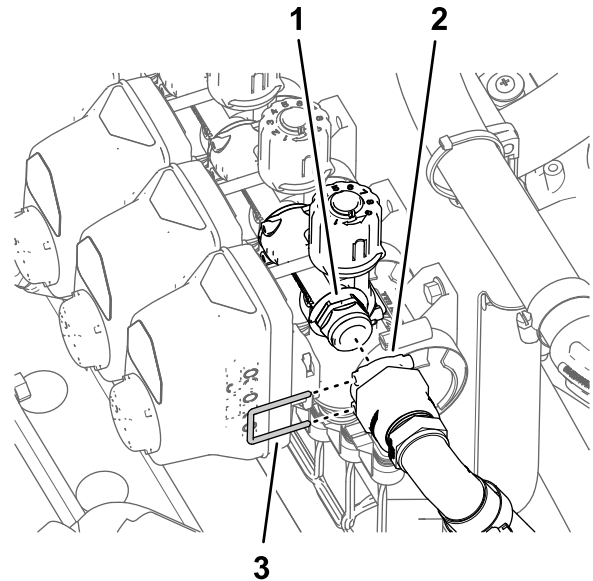

Figura 113
- Conecte el acoplamiento rápido de la manguera de desvío al acoplamiento rápido de la válvula de desvío de la válvula de boquilla 10 (Figura 113).
- Sujete los acoplamientos rápidos de la manguera de desvío y la válvula de desvío con la horquilla de retención (Figura 113).